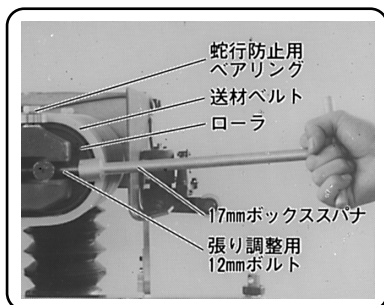

図 32
- (2) 蛇行防止用ベアリングを固定している10mmボルトを付属の17mmボックススパナでゆるめ、取りはずします。(図32参照)